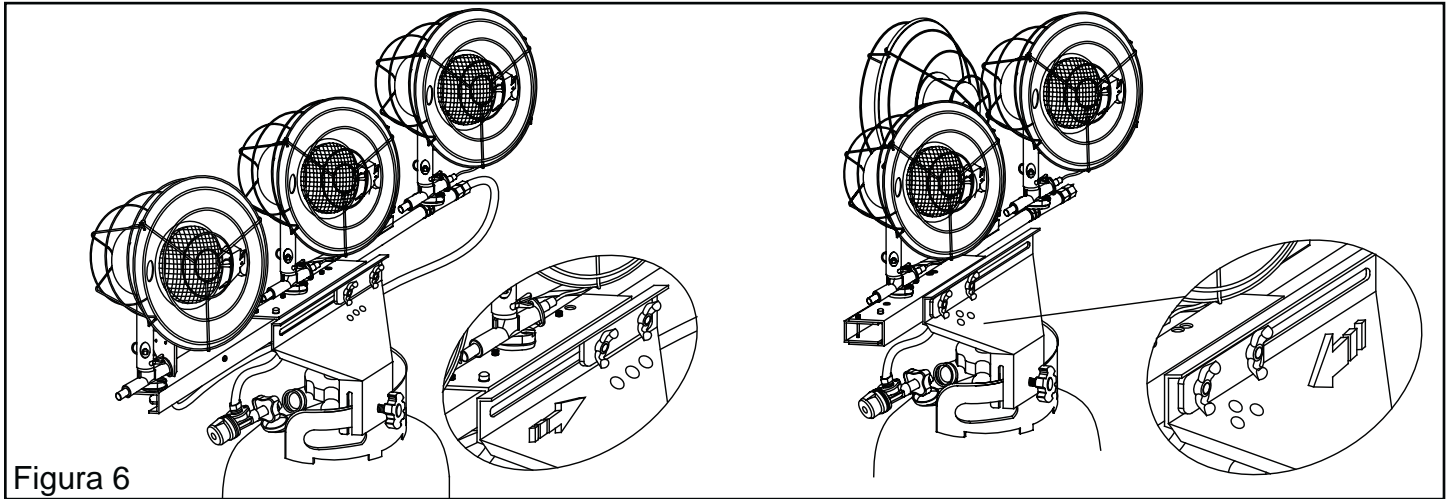

Figura 6
4. Consulte la figura 6 para determinar las opciones en cuanto a la posición del Quemador.
- Para que los 3 quemadores estén de cara hacia el frente, la Arandela plana debe estar hacia el lado derecho del Soporte del cuello del tanque. (Figura 6)
- Para que la cara del quemador que está más a la izquierda quede hacia atrás, la Arandela plana debe estar hacia el lado izquierdo del Soporte del cuello del tanque. (Figura 6)